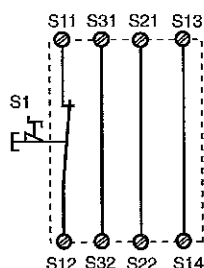
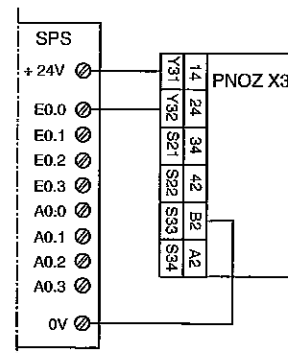

Fig. 2: Eingangskreis einkanalig, automat. Start/Single-channel input circuit, automatic reset/Commande par 1 canal, validation automatique
Fig. 10: Anschlussbeispiel für Halbleiterausgang/Connection of semiconductor output/Câblage de la sortie statique
In Fig. 2 ... Fig. 10 sind Anschlussbeispiele für NOT-AUS-Beschaltung mit automatischem und überwachtem Start, Schutztürsteuerungen sowie Kontaktvervielfachung durch externe Schütze dargestellt.
- Fig. 2 und 7: Das Gerät startet bei Spannungsausfall und -wiederkehr automatisch. Verhindern Sie einen unerwarteten Wiederanlauf durch externe Schaltungsmaßnahmen.
- Fig. 2 und 7: **keine** Verbindung S33-S34
In Fig. 2 ... Fig. 10 are connection examples for Emergency Stop wiring with automatic and monitored reset. Safety gate controls as well as contact expansion via external contactors.
- Fig. 2 and 7: the device starts automatically after loss of power. You should prevent an unintended start-up by using external circuitry measures.
- Fig. 2 and 7: S33-S34 **not** connected
Les figures 2 à 10 représentent les différents câblages possibles du PNOZ X3 à savoir : poussoir AU avec réarmement automatique ou auto-contrôlé, interrupteurs de position et augmentation du nombre des contacts de sécurité par contacteurs externes.
- Fig. 2 et 7: l'appareil se réarme automatiquement après une coupure et une remise sous tension. Evitez tout risque de redémarrage par un câblage externe approprié.
- Fig. 2 et 7: **pas** de câblage sur S33-S34